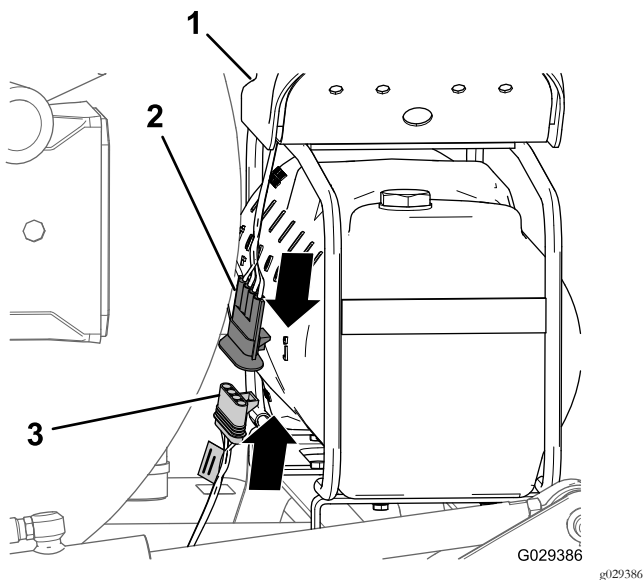

图120
1. 在线束 236cm 支管的末端将修整组件线束的 4 插槽接头与压缩机线束的 4 针接头对齐 图120。
2. 将4针接头插入4插槽接头 图120。